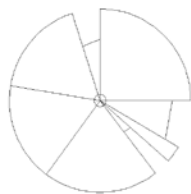

图 15.142 执行修剪
(4) 通过修剪, 得到如图 15.142 所示的图形。
(5) 执行块命令, 将灌木树最终结果定义成名称为“灌木 2”, 基点为小圆圆心的块。